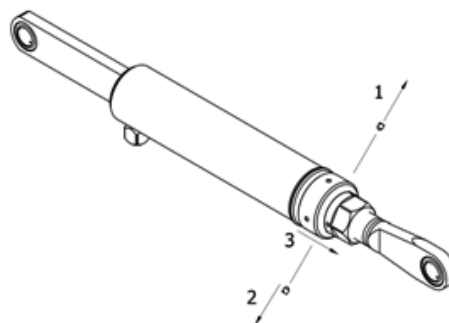

Bild 42. Anslag och dess låsskruv
3. Lossa anslagets låsskruv (1, 2). Skruva anslaget helt tillbaka i riktning mot plattform (3). Bild 42.